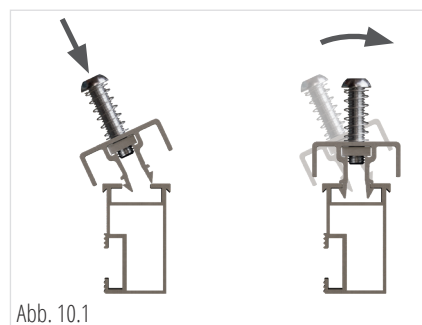
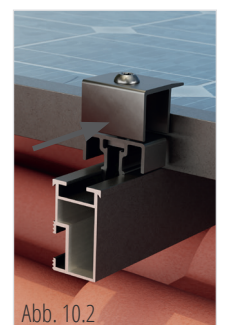

Abb. 10.1
Abb. 10.2
1. Am letzten Modul einer Reihe die Endklemmen auf die Tragstienen klicken (Abb. 10.1) und bündig an das Modul schieben. Dazu muss die Torxschraube (TX40) fast vollständig herausgedreht sein (Abb. 10.2).